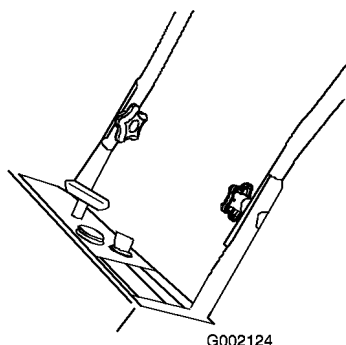

Figure 3
2. Insérez les boulons à tête ovale à travers les trous alignés des parties du mancheron, les têtes des boulons se trouvant du côté extérieur du mancheron (Figure 3).